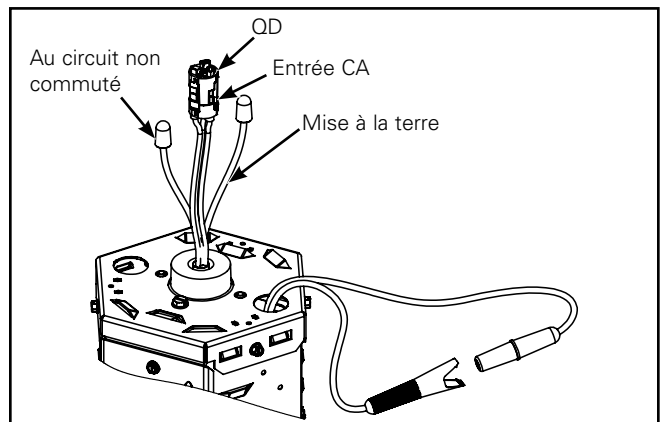

Figure 6.
3. Branchez l'entrée CA au luminaire, y compris le circuit non commuté pour le bloc-piles. Effectuez le câblage selon le code. (Figure 6).